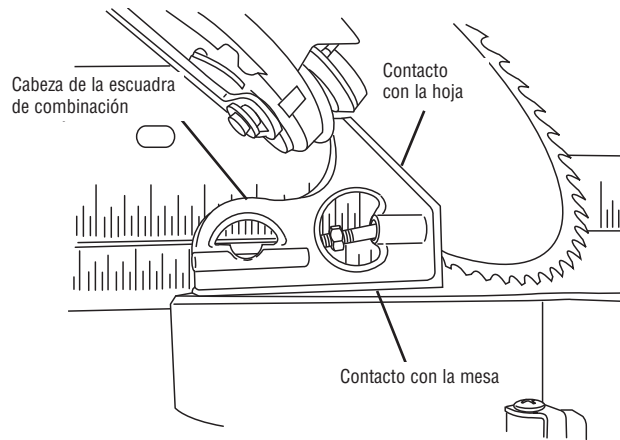

Figura 24
7. Utilice una escuadra de combinación para comprobar si la hoja está a 45° respecto a la mesa. Retire la hoja de la regla de la escuadra de combinación. Coloque solamente la cabeza de la escuadra de combinación sobre en la mesa de la sierra con su lado plano largo descansando sobre la mesa y su lado de 45° contra la hoja inclinada (vea la figura 24).
5. Mientras gira el perno "F", observe cómo la hoja se inclina. Gire el perno "F" hasta que el plato de la hoja de sierra esté en contacto completo con el lado de 45° de la cabeza de la escuadra (vea la figura 24).